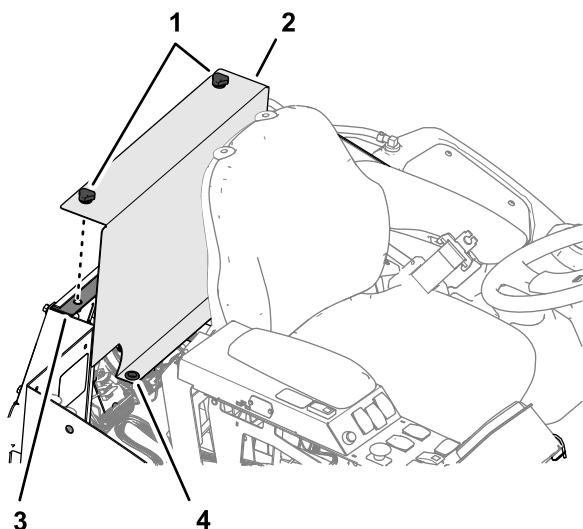

Figure 20
1. Alignez les bagues au bas du couvercle du panneau électrique (Figure 20) sur les 2 goupilles dans le panneau de plancher.
2. Alignez les tiges filetées des boutons fixés sur le couvercle sur les contre-écrous du panneau électrique (Figure 20).
3. Montez le couvercle sur le panneau électrique et fixez-le en place avec les boutons (Figure 20).